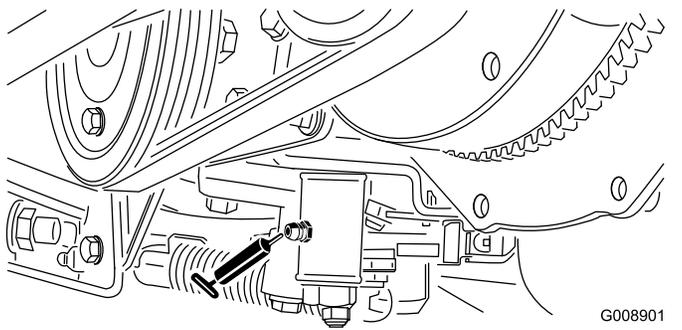

Figure 39
- Mécanisme de réglage du point mort (**Figure 39**)